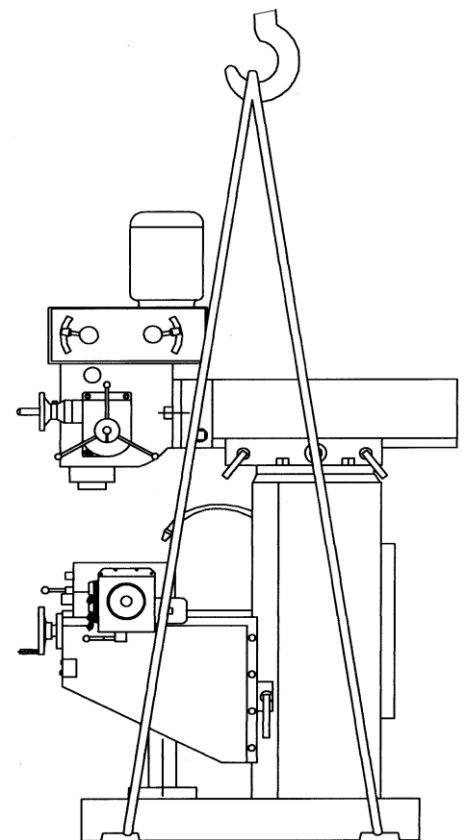

Fig. 3
- Maintenant, la machine est soulevée de la palette: Pour transporter la machine, il est préférable d'utiliser des courroies avec une capacité suffisante (câble d'acier!). Le câble doit avoir une capacité de charge de 3000 kg. Placez la courroie/câble autour de la machine (voir figure 3).